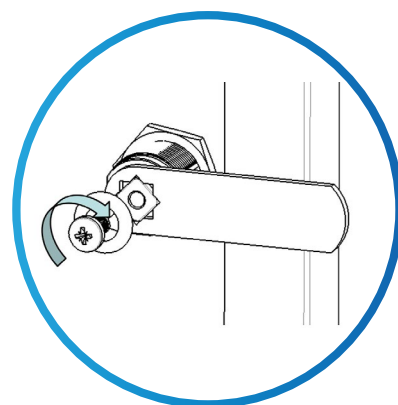

Bild 3
Schritt 4 Positionieren Sie den Schließhebel auf der Drehachse des Schlosses wie erforderlich, bringen Sie die Unterlegscheibe und die Befestigungsschraube an, wie in **Abbildung 3** gezeigt.